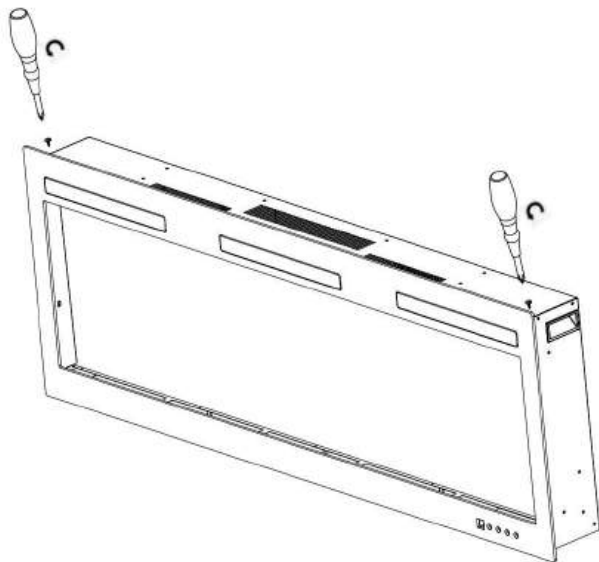

Fig. 1-1
A. Verwijder de schroeven aan beide zijden. (Afb. 1-1)